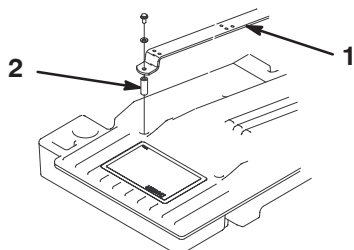

Figure 3
1. Retirez les vis, rondelles et entretoises qui fixent les brides de montage du siège au châssis du groupe de déplacement (Fig. 3).